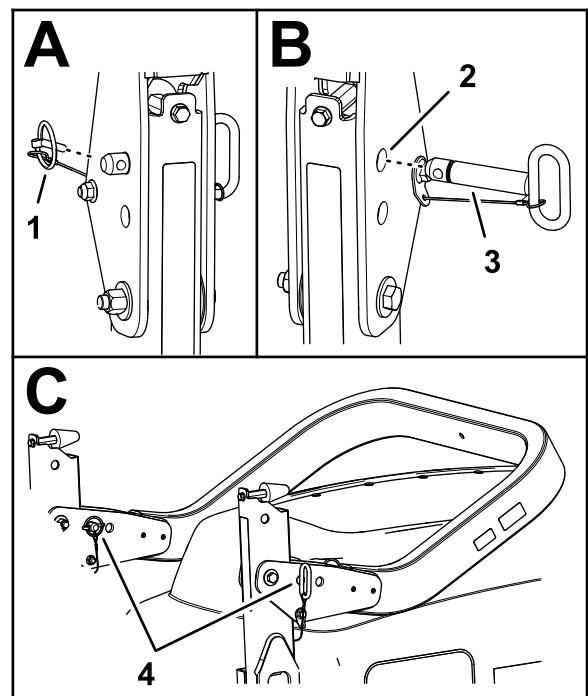

Figure 62
2. Retirez les goupilles à anneau qui fixent les axes d'arceau de sécurité de chaque côté de l'arceau de sécurité (Figure 62).